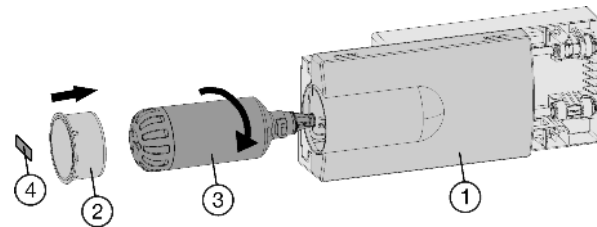

Fig. 9
- ▶ Coloque el filtro de agua Fig. 9 (3) y gírelo unos 100° hacia la derecha hasta que haga tope.
- ▶ Introduzca el cajón Fig. 9 (1).
- ▶ Coloque la tapa del filtro Fig. 9 (2).
- ▶ Anote la fecha de la próxima sustitución en la etiqueta adhesiva Fig. 9 (4) suministrada y pegue dicha etiqueta en el módulo.